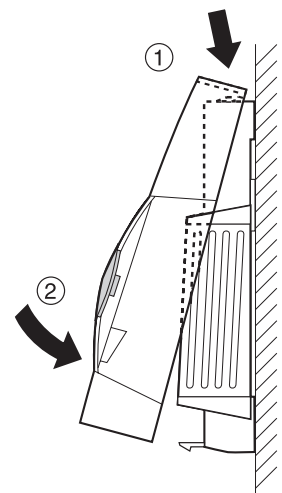

Abb. 14: Gehäusedeckel aufsetzen
- ▶ Setzen Sie den Gehäusedeckel oben an und rasten Sie ihn unten ein (siehe Abb. 14).
- ▶ Setzen Sie den Gehäusedeckel oben an und rasten Sie ihn unten ein (siehe Abb. 14, Seite 16).